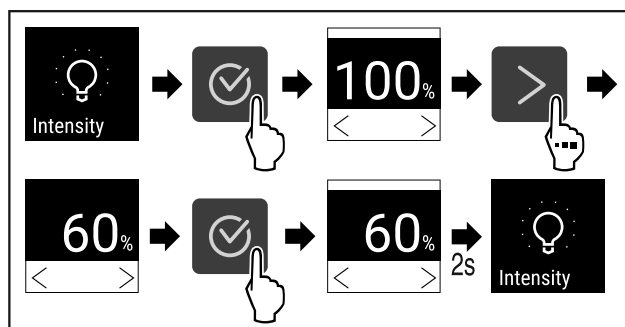

Fig. 72
► Udfør handlingstrinene (se Fig. 72).